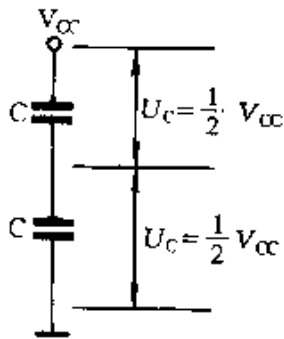

图 3-71
③ 当现有电容器的耐压不能满足需要时,可以用串联的方法提高电容器的耐压。图 3-71 所示为两个相同容量的电容 C 相串联后接于电源 V_{CC} 上,每一个电容器上所承受的电压 U_C 只有 $\frac{1}{2} V_{CC}$ 。